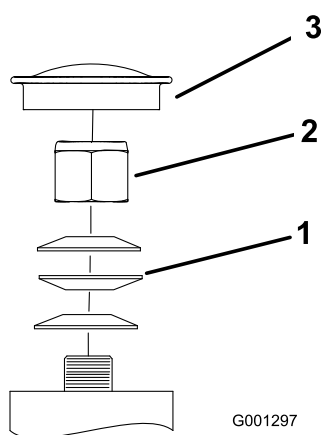

Figura 52
- Togliere lo scodellino parapolvere dalla ruota orientabile e serrare il dado di bloccaggio (Figura 52).
- Serrare il dado di bloccaggio finché le rondelle elastiche non sono piatte, quindi allentare di un quarto di giro per mettere a punto il precarico sui cuscinetti (Figura 52).
Importante: Verificate che le rondelle elastiche siano correttamente montate, come riportato nella Figura 52.
- Montate gli scodellini antipolvere (Figura 52).